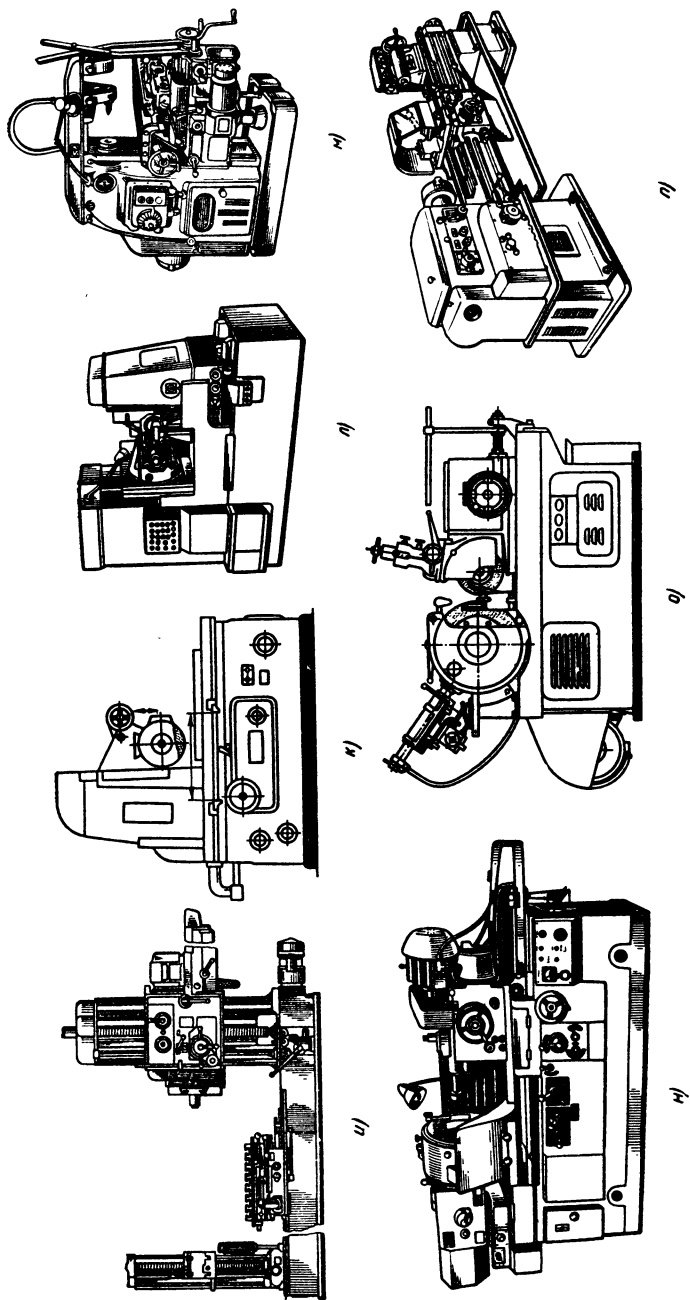

Рис. 4. Металлорежущие станки
5. **Какие это станки?** На рис. 4 показаны пятнадцать металлорежущих станков отечественного производства. Определите наименование и назначение каждого из них.